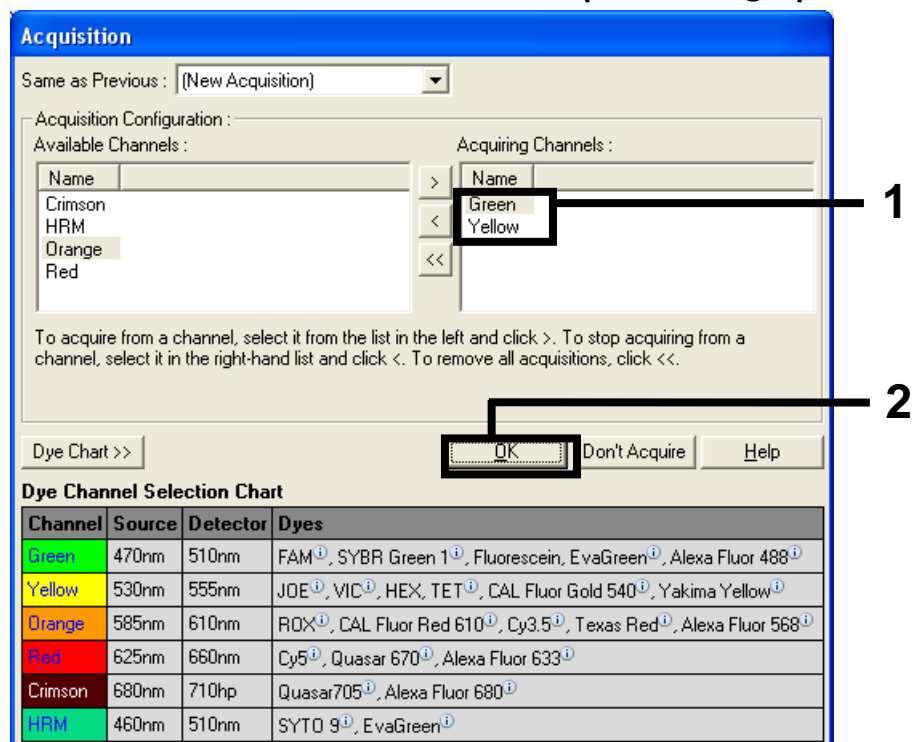

Abbildung 8. Erfassung im Zyklusschritt bei 60 °C
- 11. Wählen Sie Green (Grün) und Yellow (Gelb) als zu erfassende Kanäle aus, indem Sie auf die Schaltfläche „>“ klicken, um diese Kanäle in die Liste „Available Channels“ (Verfügbare Kanäle) zu verschieben. Klicken Sie auf „OK“ (Abbildung 8).**